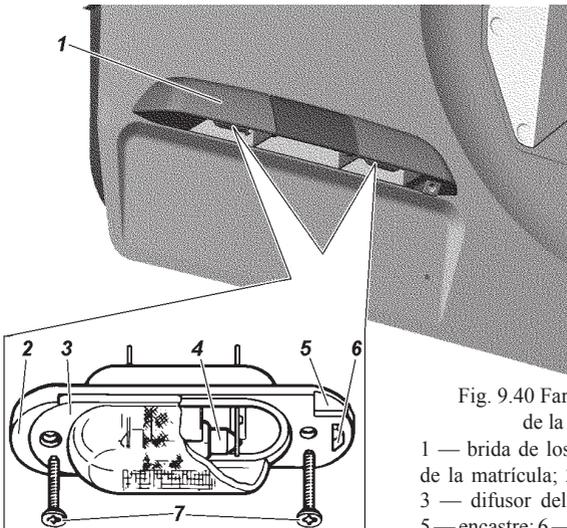

Fig. 9.40 Faros de iluminación de la matrícula:
1. Coloque el vehículo con gasolina y equipado, con presión normal en los neumáticos y el asiento del conductor cargado con 750 N (75 kgf) sobre una plataforma plana horizontal a una distancia de 5 m de la pantalla con marcado especial (fig. 9.40).
Los faros de iluminación de la matrícula están instalados en el tirador de la puerta trasera. Para reemplazar la bombilla desenrosque los tornillos 7 (fig. 9.40) y retire el faro. Introduzca el atornillador en la ranura 5 y presionando la perilla 6 retire el difusor 3.